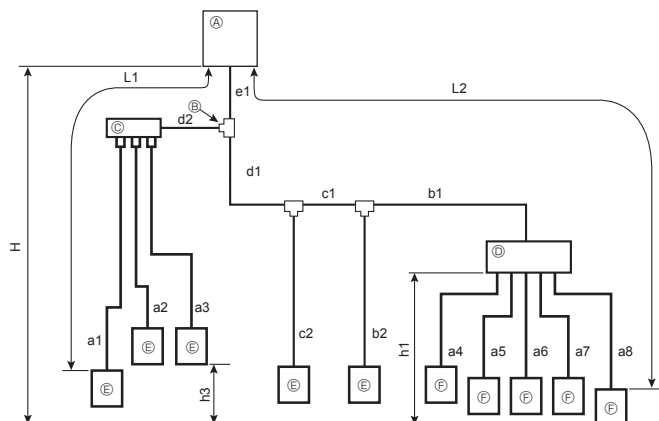

Fig. 4-6 (a)
4.1.3. Gemengd systeem (City Multi-binnenunits en binnenunits uit M-, S-, P-serie (aansluiting via aftakdoos)) (Fig. 4-6)